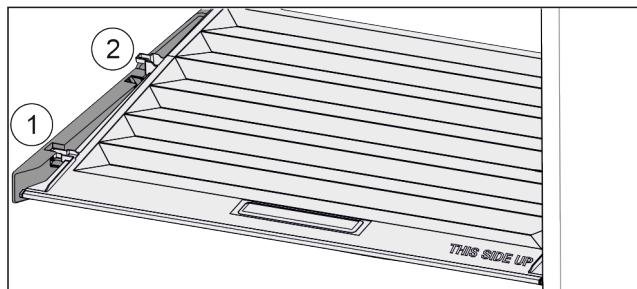

Fig. 115
- Pokrov povlecite naprej Fig. 115 (1) do odprtine v držalnih delih.
- Zadaj ga od spodaj dvignite in odstranite Fig. 115 (2) navzgor.